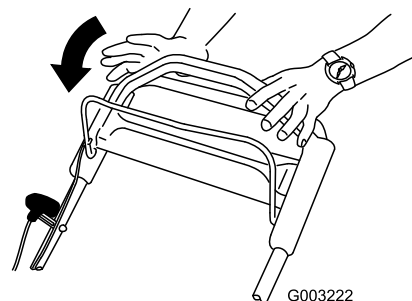

Figura 22
1. Rilasciate la barra di comando della lama (Figura 22).